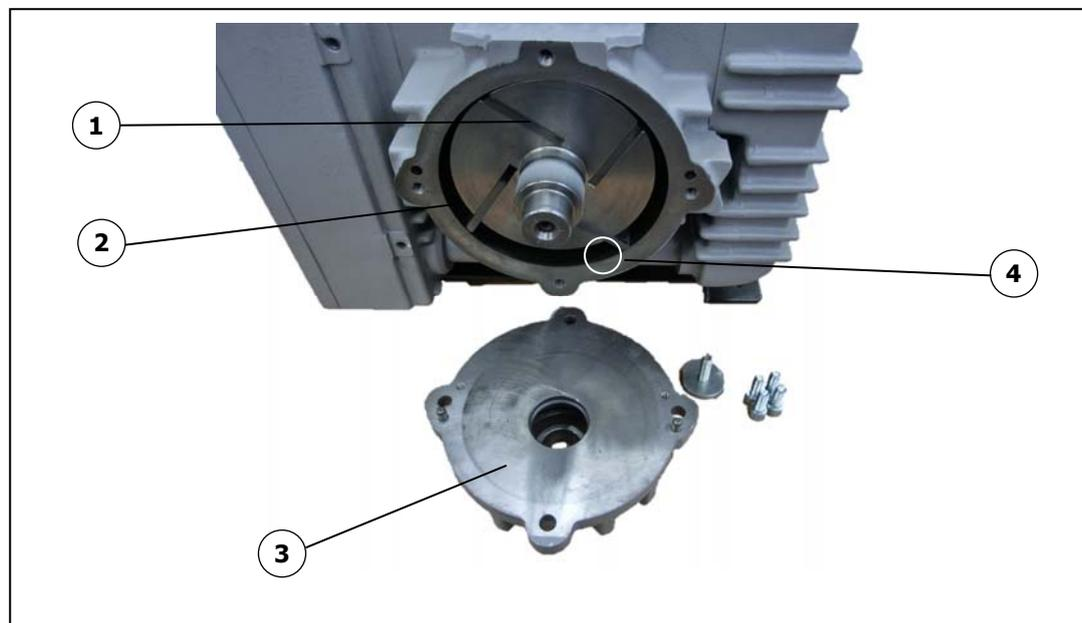

Abb. 7 Gehäuse geöffnet
- Gehäusedeckel, Abb. 7 Pos. 3, vom Gehäuse abschrauben,
- Lamellen zur Überprüfung entnehmen, Abb. 7 Pos. 1,